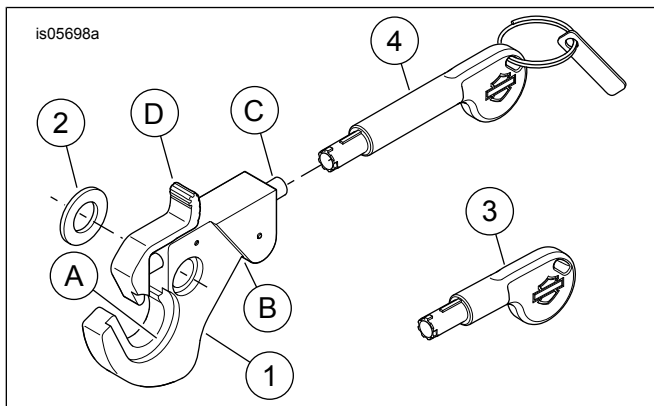

Figura 9. Piezas de servicio: Kits de bloqueo desmontables
Vea Figura 9 . Dependiendo del desmontable instalado, la posición del relieve (A) y los socavones (B) se utilizan como espaciadores o soportes de punto de acoplamiento. Compruebe
1. **Bloqueo del pestillo:** Véase Figura 9 . Cuando se instale el desmontable, empuje el bloqueo accionado por resorte (C).